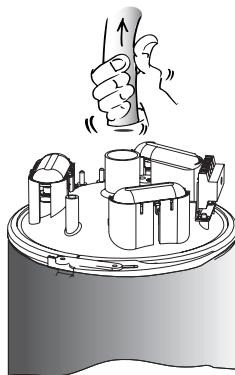

Рис. 14.1.3
1. Отсоедините паропровод от верхнего соединительного патрубка цилиндра (Рис. 14.1.3)